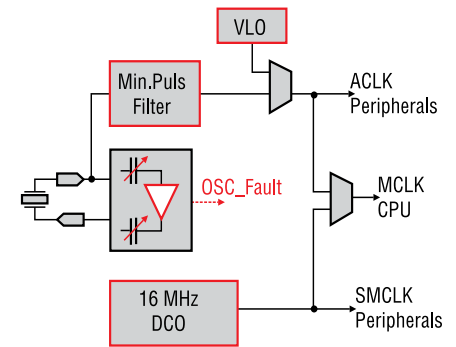

Рис. 3. Система тактирования MSP430F2xxx
- модуль, позволяющий тактироваться от внешних источников тактовой частоты. Встроенная функция контроля улучшает устойчивость системы при выходе любого из вышеперечисленных модулей из строя. Если какой-либо сигнал пропадает, то происходит автоматический переход на другой источник тактовой частоты (рис. 3).